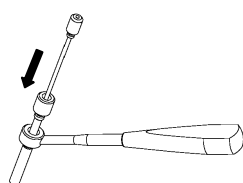
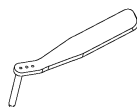

図 24-1
図 24-2
- 1) 4.0CCS 用プロテクションスリーブに 4.0CCS 用ドリルスリーブ, 1.3 ガイドピン用スリーブを組み付け, 経皮的挿入器を用意します (図 24-1)。又は, 1.3 ガイドピン用ガイド (S) を用意します (図 24-2)。